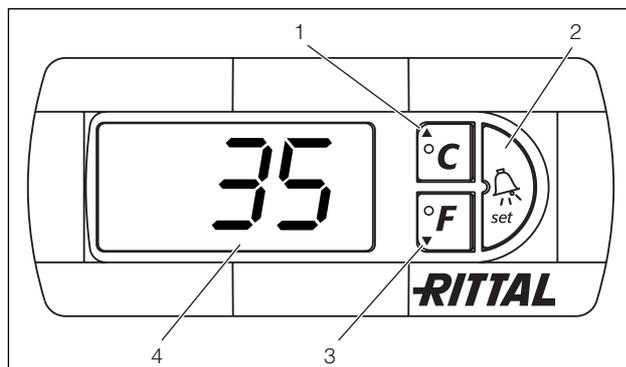

Fig. 28: Controllo Comfort
Il controllo Comfort dispone di un display a 7 segmenti (Fig. 28, nr. 4). In seguito all'inserimento dell'alimentazione, sul display appare per ca. 2 secondi la versione del software in uso e successivamente l'opzione preimpostata (ad es. t10) o la temperatura. In modalità di funzionamento normale il display visualizza sia la temperatura (in gradi Celsius o gradi Fahrenheit, commutabili) sia le segnalazioni di guasto. La temperatura attuale all'interno dell'armadio in regime normale è sempre visualizzata. In presenza di guasto appare la relativa segnalazione invece dell'indicazione di temperatura.
Per la programmazione dell'apparecchio si utilizzano i tasti 1 – 3 (Fig. 28). Analogamente i parametri sono visualizzati sul display.
- Premere contemporaneamente i tasti 1 e 2 (Fig. 28) per min. 5 secondi.
Con i tasti 1, 2 e 3 (Fig. 28) è possibile modificare 24 parametri entro i campi predefiniti (valore min., valore max.).